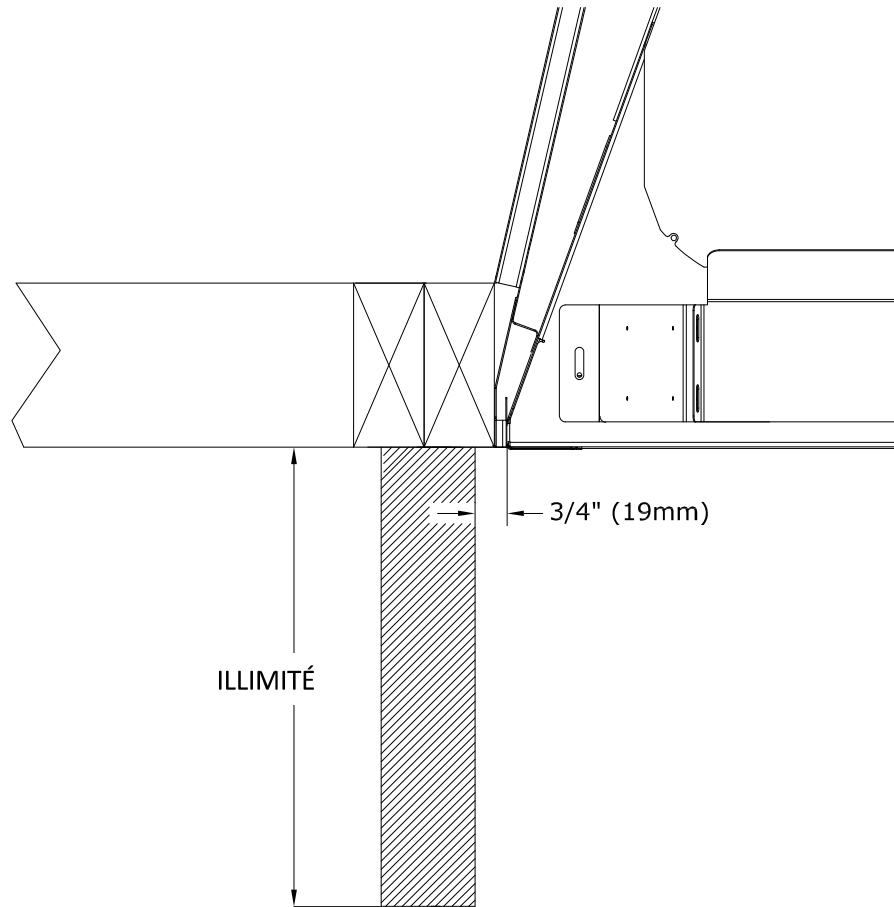

Figure 5.4 - Projection d'un mur latéral combustible
- Montants (piédroits) du manteau : Voir la FIGURE 5.4 et le paragraphe ci-dessous «Dégagements aux murs latéraux combustibles».
- Dégagements aux murs latéraux combustibles : Le dégagement minimum des côtés du foyer aux murs latéraux adjacents est de 3/4 po (19 mm) et à cette distance, ces murs latéraux peuvent être de longueur illimitée. Même exigence pour les montants (piédroits) du manteau du foyer. Voir FIGURE 5.4.